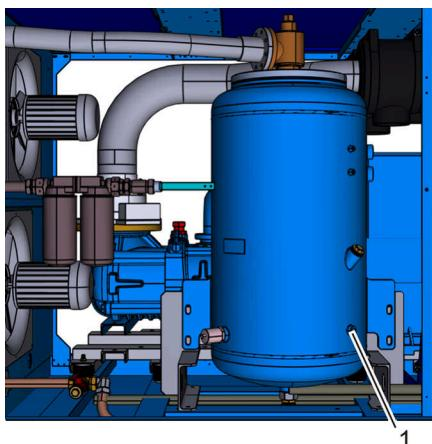
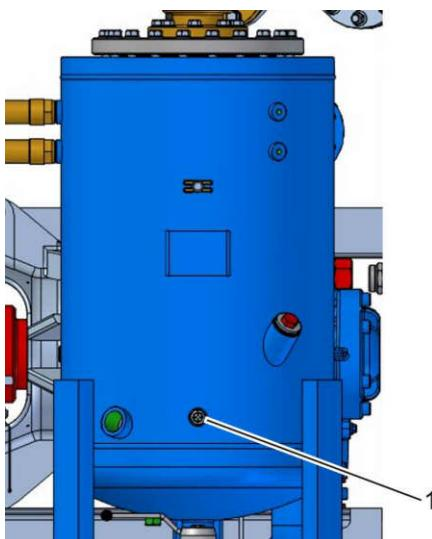

Рис. 33: Смотровое отверстие (вариант)
Рис. 34: Смотровое отверстие (вариант)
7. Проверьте уровень масла через 5 мин. после остановки через смотровое отверстие (Рис. 33/1 или Рис. 34/1) и при необходимости долейте масло, как описано в ⇨ *Глава 8.4.2 «Проверка уровня масла / доливка масла»* на странице 92.